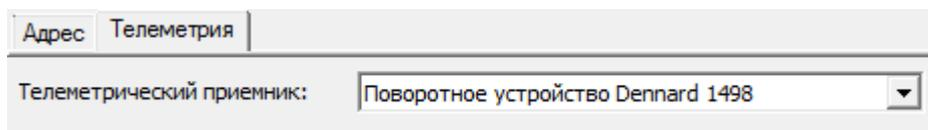

Рисунок 1 – Связь камеры с поворотным устройством
4. В частных свойства элемента типа **Камера** (см. таблицу выше) на вкладке **Телеметрия** выберите из раскрывающегося списка **Телеметрический приемник** элемент **Поворотное устройство Dennard**, сконфигурированный на этапе 2 (рисунок 1). Сохраните изменения.